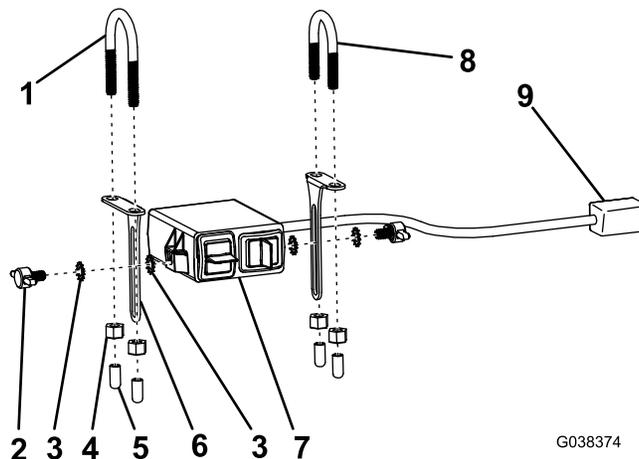

Figure 6
- Fixez l'un des supports de montage le long du côté gauche du module de commande du véhicule à l'aide du long étrier fileté et de 2 écrous autobloquants (1/4 po), comme montré à la Figure 6.
- Fixez l'autre support de montage le long du côté droit du module de commande du véhicule à l'aide de l'étrier fileté court et de 2 écrous autobloquants (1/4 po), comme montré à la Figure 6.
- Fixez le boîtier de commutateur aux supports de montage à l'aide de 4 rondelles en étoile et 2 vis à oreilles, puis ajustez-le à la position souhaitée (Figure 6).
- Enfilez les 4 capuchons en caoutchouc sur les extrémités des étriers filetés (Figure 6).